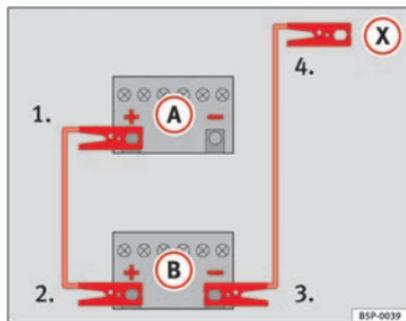

Fig. 226 Esquema de ligação dos cabos auxiliares do arranque
Na ⇒ Fig. 226 A está representada a bateria sem carga e em B a bateria com carga.
1. Ligar uma extremidade do cabo auxiliar de arranque vermelho ao terminal positivo ⇒ Fig. 226 + do veículo com a bateria descarregada ⇒ ⚠.